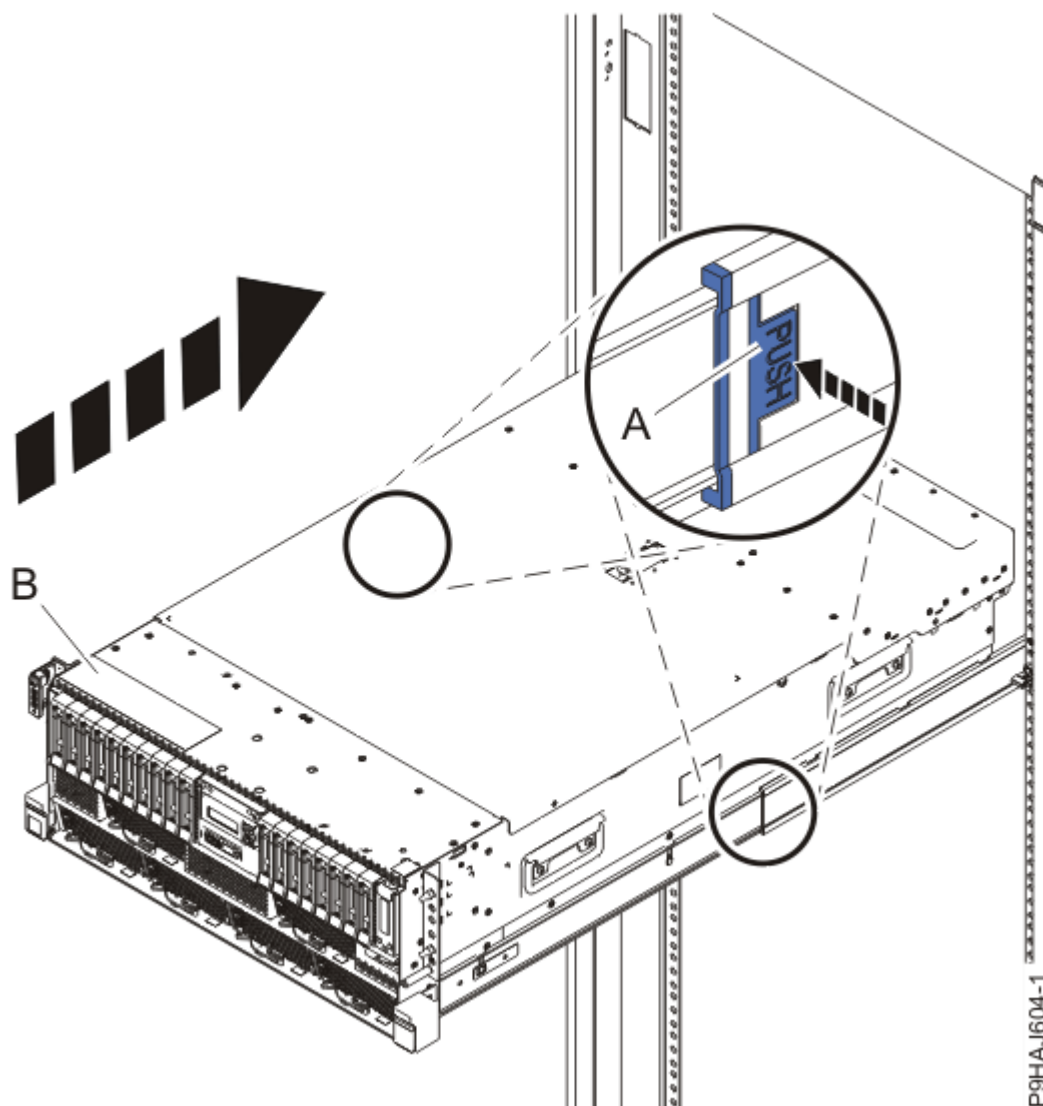

Figura 100. Colocación del sistema en la posición operativa
3. Para un sistema montado en bastidor, desbloquee los pestillos de seguridad de color azul de los rieles **(A)**, tal como se muestra en la Figura 100 en la página 112 presionándolos hacia dentro.